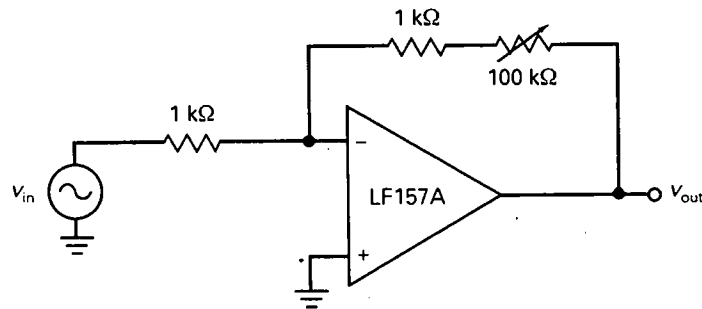

Figura 18-32
- 18-14. La resistencia variable de la Figura 18-32 puede ajustarse desde 0 hasta 100 kΩ. Calcule los valores máximos y mínimos de la ganancia de tensión y ancho de banda en lazo cerrado.